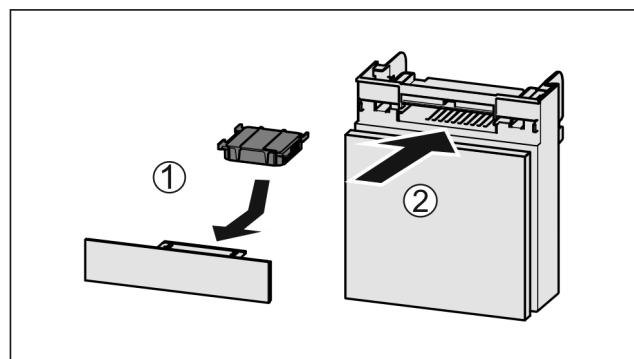

Fig. 149
- Introduceți Fig. 149 (1) filtrul de cărbune activ după cum se vede în figură.
► Împingeți Fig. 149 (2) compartimentul în interior.